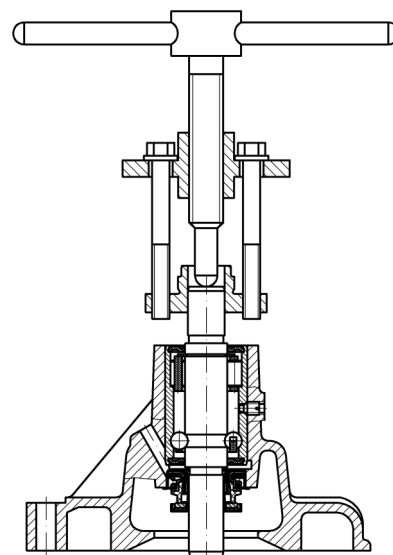

Рисунок 54 – Снятие ступицы
- с помощью специального приспособления снять ступицу шкива насоса (Рисунок 54);